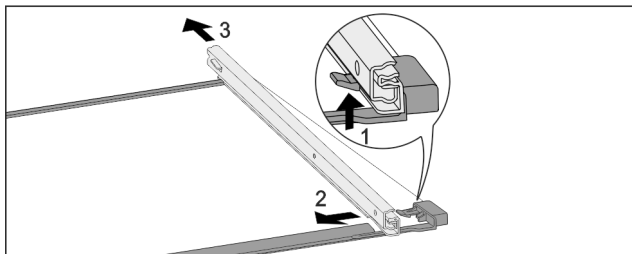

Fig. 263 Pllaka e xhamit me shinat
- ▶ Shtyni për lart grepat e kapjes në pjesën përpara. Fig. 263 (1)
- ▶ Shkëputni shinën me tërheqje në pjesën anësore Fig. 263 (2) dhe në pjesën prapa Fig. 263 (3).